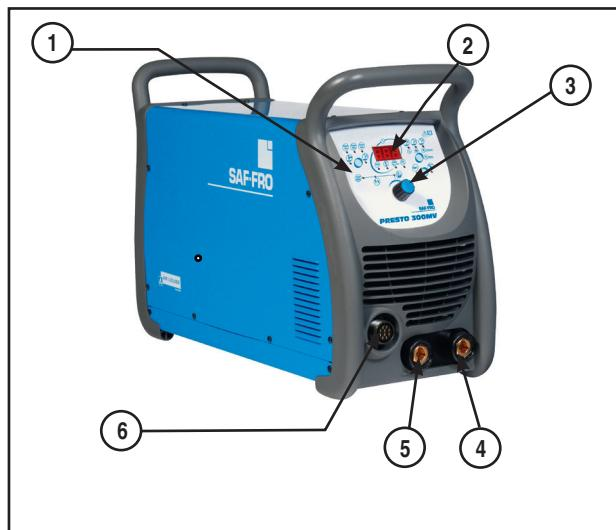

Abb. 2
a. Schließen Sie bei DCEP (Direct Current Electrode Positive – positiv gepolte Gleichstrom-Elektrode) das Kabel des Elektrodenhalters an den positiven Schweißanschluss an (siehe 4 – Abb. 2).
b. Schließen Sie bei DCEP (Direct Current Electrode Positive – positiv gepolte Gleichstrom-Elektrode) das Massekabel an den negativen Schweißanschluss an (siehe 5 – Abb. 2) und die Klemme in die Nähe des Schweißbereichs an.
13. Verwendung der Fernbedienung Schließen Sie die Fernbedienung an die 10-polige Buchse an der Frontplatte (siehe 6 – Abb. 2) an und aktivieren sie mit dem Schlüssel (siehe 13 – Abb. 8). In diesem Zustand kann der Strom unabhängig von der Einstellung am Gerät eingestellt werden, aber Vorsicht: Der maximale Schweißstrom über die Fernsteuerung hängt von dem mit dem Encoder-Regelknopf (siehe 3 – Abb. 8) eingestellten Wert an der Frontplatte ab.
4. Schließen Sie das Massekabel an den positiven Ausgangsanschluss (siehe 4 – Abb. 2) und die Klemme in der Nähe der Schweißzone an.
5. Schließen Sie das Brennerkabel an den negativen Ausgangsanschluss (siehe 5 – Abb. 2) an und bringen Sie die erforderliche Elektrode und die Gas-Führungsdüse am Brenner an (überprüfen Sie den Zustand der unschmelzbaren Elektrode).
12. Verwendung der Fernbedienung Schließen Sie die Fernbedienung an die 10-polige Buchse an der Frontplatte (siehe 6 – Abb. 2) an und aktivieren sie mit dem Schlüssel (siehe 13 – Abb. 8). In diesem Zustand kann der Strom unabhängig von der am Gerät vorgenommenen Einstellung angepasst werden kann, allerdings mit Ausnahme des maximalen Schweißstroms der mit dem Encoder-, die mit dem Encoder-Regelknopf (siehe 3 – Abb. 8) festgelegt wird.
Die **BEDIENOBERFLÄCHE** befindet sich an der Frontplatte des Gerätes (siehe 1 – Abb. 2) und ist die Seele der Maschine.